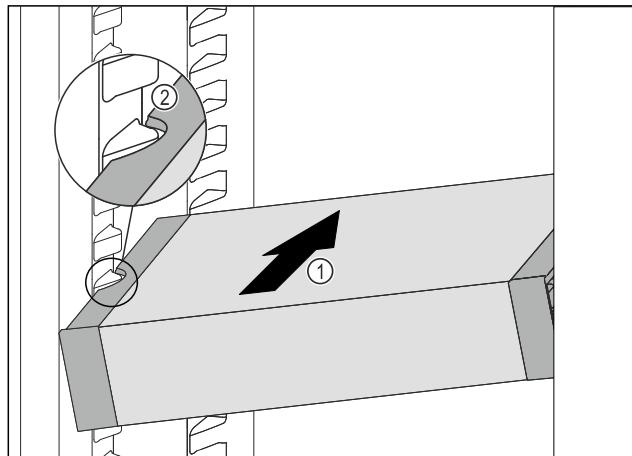

Fig. 90
- VarioSafe schräg in das Kühlteil einschieben Fig. 90 (1), bis sich die seitlichen Aussparungen Fig. 90 (2) des Vario-Safes auf Höhe der Behälterrippe im Kühlteil befinden.